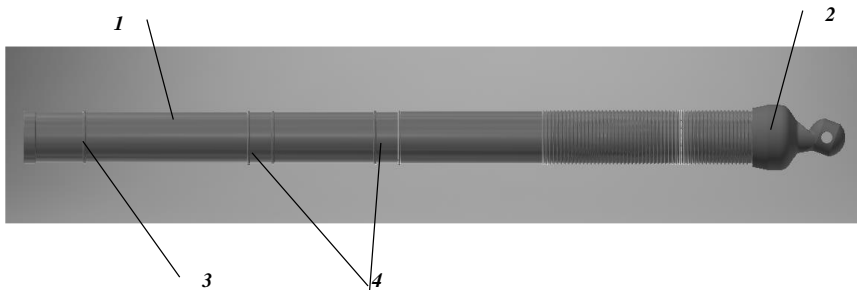

Рис. 1.2. Ствол А631J.M01.304139.001.001
**1.4.1 Ствол** (рис. 1.2) – основна частина міномета, призначена для створення балістичного тиску порохових газів в замінному просторі, завдання напрямку руху та початкової швидкості міни. Ствол складається з труби 1 і казенника 2.